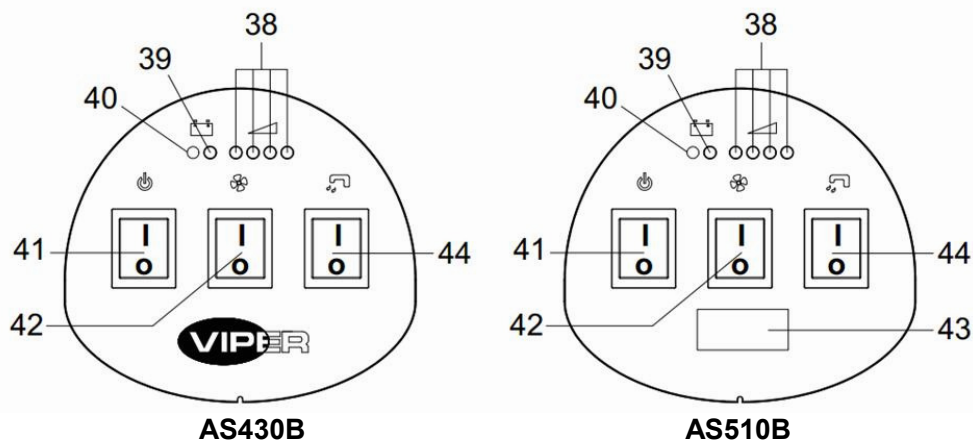

Figura 2
**PAINEL DE CONTROLO (Figura 2)**